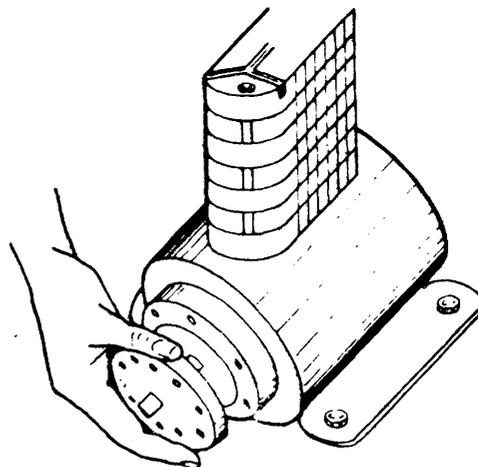

Fig. 7
- b Extraiga la platina (fig. 7).